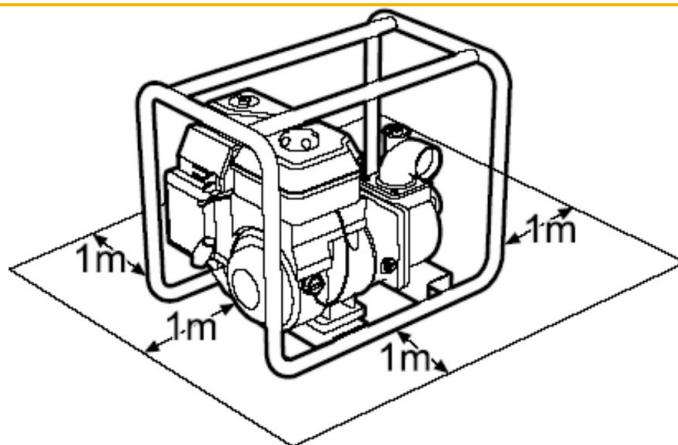

FIG. 6 — Distancia mínima de 1 m alrededor de la motobomba
- 3) Durante el funcionamiento, mantenga la motobomba al menos a 1 m de edificios, paredes y otros equipos (FIG. 6), y no coloque materiales inflamables en su proximidad.